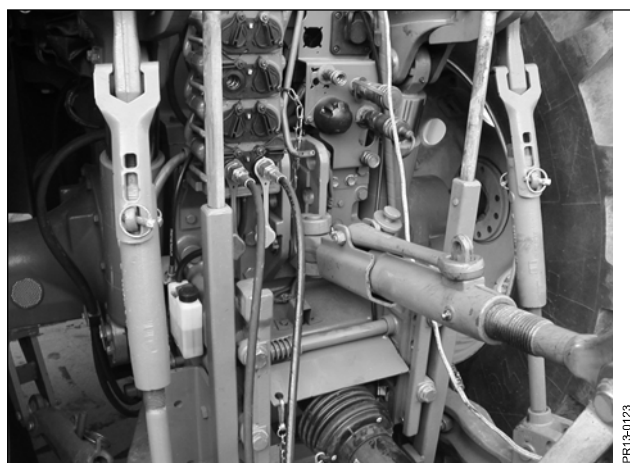

Fig. 3-3
- Fig. 3-3** 5) Trepunktslyften lyfts upp så att stödbenet **A** kan svängas bakåt.